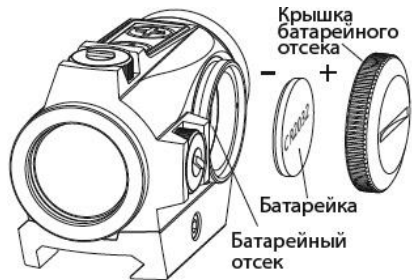

Рис. 3
3. На рис.3 показан процесс установки и замены батарейки:
2) Установите новую батарейку в отсек с соблюдением полярности (см. рис.3).